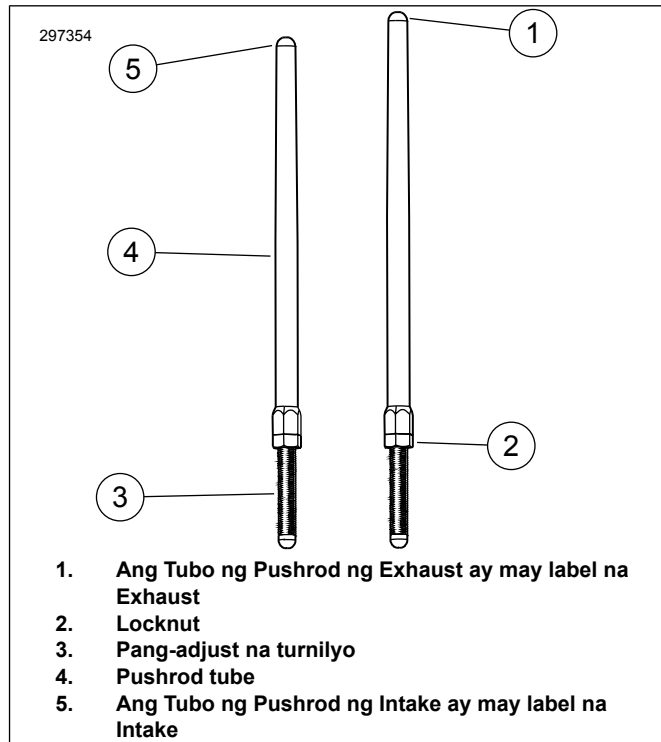

Figure 1. Naa-adjust na Pushrod
6. Figure 1 Luwagan ang locknut sa lahat ng pushrod at i-adjust ang mga ito sa pinakamaikling haba.